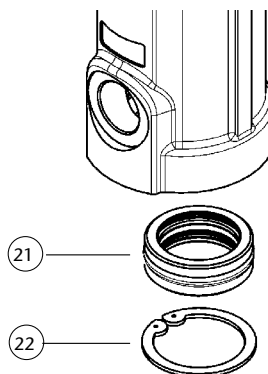

Fig. 11
1. Seguir os procedimentos de manutenção do motor de ar até ter retirado o pistão (10) do corpo do motor.
2. Retirar o anel de segurança (22) e o conjunto de vedação (21) (fig. 11) do corpo do motor de ar. Substituir as peças se danificadas.